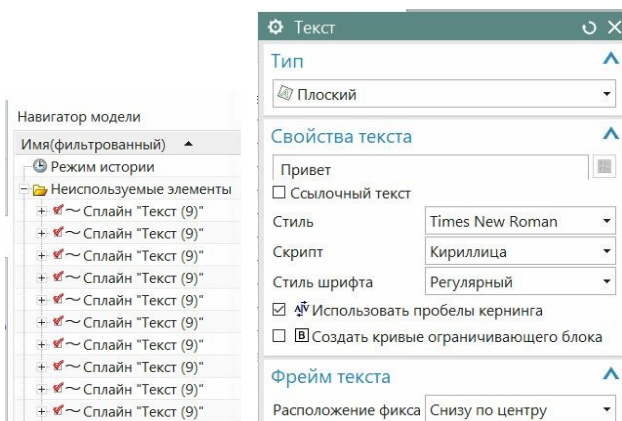

Рис.49
- Следует сразу сказать, что рисование букв в вашем тексте осуществляется **многочисленными гладкими кривыми (сплайнами)**, которые потом можно увидеть в *навигаторе модели* (представление с красными птичками), в разделе «Неиспользуемые элементы» (рис.49).
- Ещё раз: почему написание текстов относится к построению кривых? Потому что, как уже говорилось выше, в итоге написанный текст представляет собой множество сплайнов (рис.49).